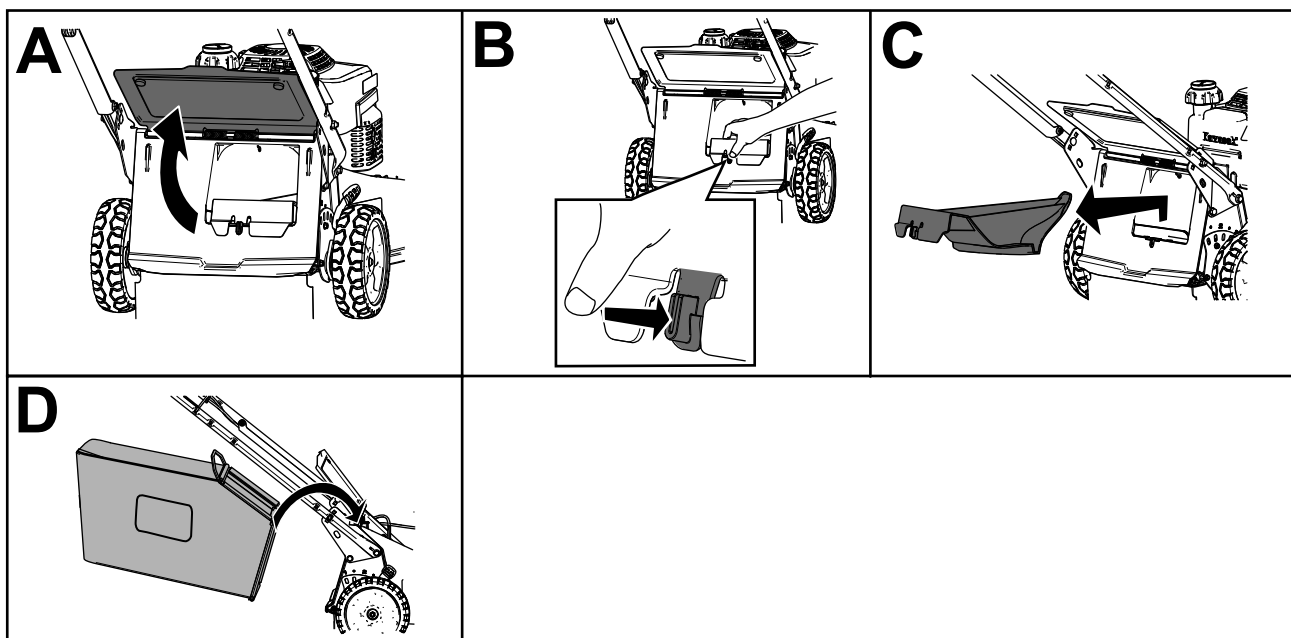

Figura 17
2. Sollevate il deflettore posteriore e tenetelo sollevato (A di Figura 17).
3. Rimuovete il coperchio di scarico posteriore premendo il fermo con il pollice ed estraendo il coperchio dalla macchina (B e C di Figura 17).
4. Installate le estremità dell'asta del cesto nelle tacche alla base della stegola e spostate il cesto avanti e indietro per accertare che le estremità dell'asta del cesto siano posizionate in fondo a entrambe le tacche (D di Figura 17).